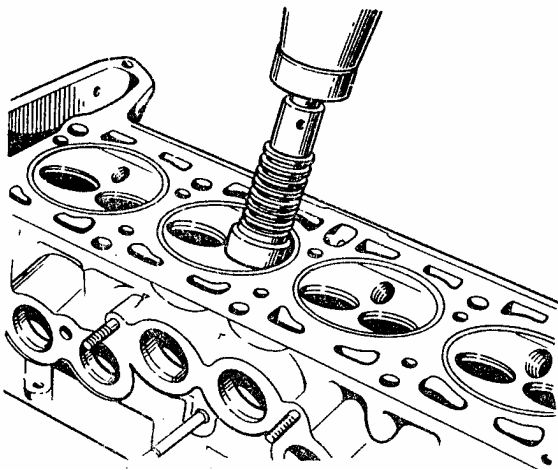

Fig. 2-45. Rectificado del chaflán de trabajo en el asiento de la válvula
- poner el muelle A.94069/5 en la varilla guía A.94059, instalar en el husillo A.94069 la muela redonda A.94078 para los asientos de las válvulas de escape o la muela A.94100 para los asientos de las válvulas de admisión, fijar el husillo en la máquina rectificadora y rectificar el asiento de la válvula (fig.2-45).